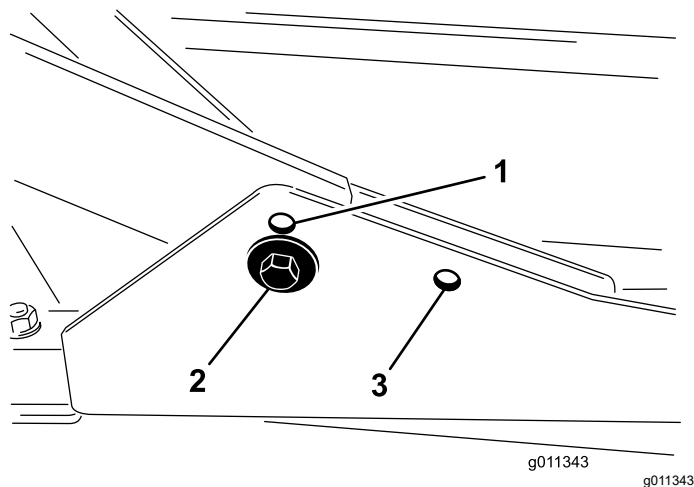

Figure 7
- Pour une hauteur de coupe de 2 à 7,6 cm ($\frac{3}{4}$ à 3 po), montez les bâtis porteurs avant dans les trous inférieurs avant (Figure 7).
- Pour une hauteur de coupe de 6,3 à 10 cm (2½ à 4 po), montez les bâtis porteurs avant dans les trous supérieurs avant (Figure 7).
Quelle que soit la hauteur de coupe, l'unité de coupe arrière doit être montée dans les trous de montage arrière (Figure 7).